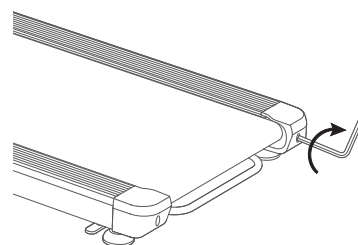

Figure 2
- Si la courroie mobile est décalée vers la droite : tournez la vis du rouleau tendeur droit d'un **quart** de tour dans le sens des aiguilles d'une montre à l'aide de la **clé hexagonale** (voir figure 2).